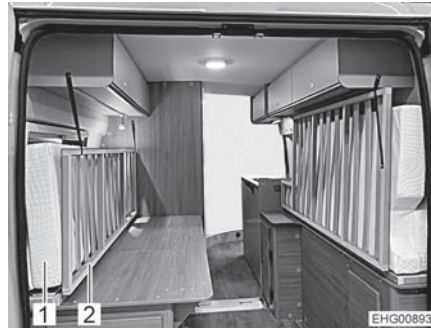

Bild 70 Matratzen und Bettroste in Transportposition
- Matratze (Bild 70,1) des linken Betts ebenfalls längs zusammenklappen und auf der Kante stehend ganz nach außen schieben (siehe Bild 70).
- Bettrost (Bild 70,2) des linken Betts nach oben klappen.